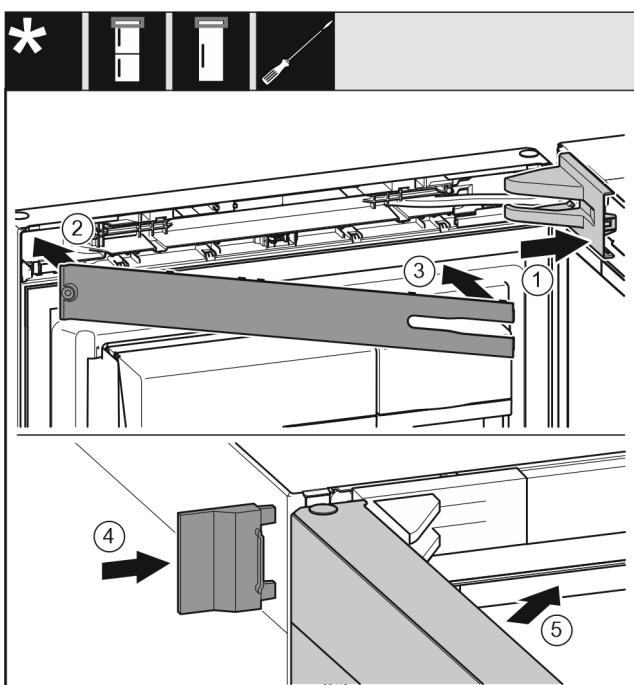

Fig. 25
- Крышку опорного кронштейна установите и зафиксируйте, при необходимости осторожно разожмите. Fig. 25 (1)
- Установите накладку. Fig. 25 (2)
- Наклоните и зафиксируйте накладку. Fig. 25 (3)
- Надвиньте внешнюю крышку. Fig. 25 (4)
- Закройте верхнюю дверь. Fig. 25 (5)